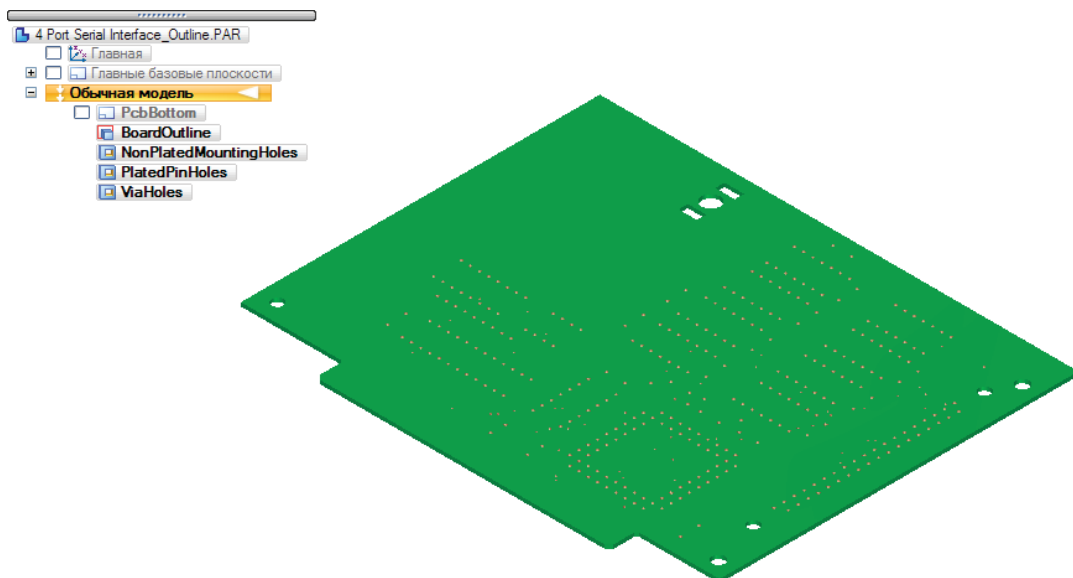

Рис. 2.11.16. Импортированная деталь Печатная плата (общий вид)
В плате (деталь PCB), отображенной на рис. 2.11.16 и 2.11.17, с помощью соответствующих вырезов выполнен набор металлизированных монтажных (**Plated Pin Holes, A**) и переходных (**Via Holes, B**) отверстий, а также неметаллизированных крепежных отверстий (**Non Plated Mounting Holes, C**). Само тело платы построено с помощью элемента выдавливания **Board Outline** по контуру (D), заданному в файле платы.